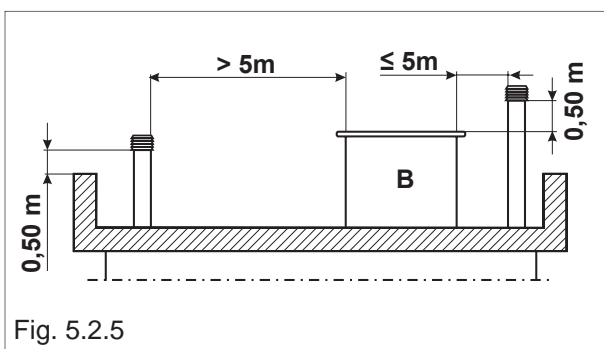

Fig. 5.2.5
- Sur les figures 5.2.5 et 5.2.6 sont représentées les données du tableau des prescriptions UNI 10683/98 relatives aux distances et à l'emplacement des cheminées.
Légende fig. 5.2.5:
Leyenda fig. 5.2.5: